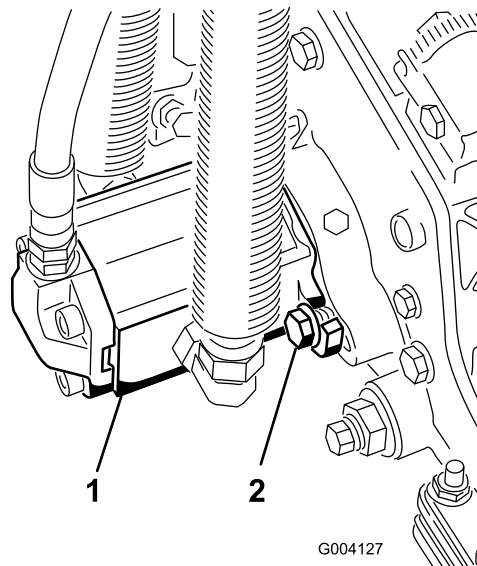

Bild 13
16. Montieren Sie den Motor; drehen Sie ihn nach rechts, damit die Motorflansche nicht die Schrauben berühren (Bild 13).